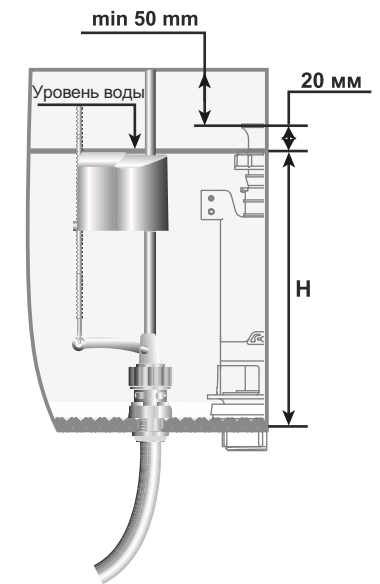

Рис.4
- Для регулировки уровня воды в бачке отсоедините тягу (11) от поплавка (1), переместите поплавок по стойке вверх или вниз и затем вновь присоедините к нему тягу. Убедитесь, что труба перелива клапана спускного находится на расстоянии не менее 50 мм от края бачка смывного (Рис. 4).
- При необходимости обрежьте тягу (11) подручным инструментом на четыре/пять делений ниже места крепления к корпусу перелива.